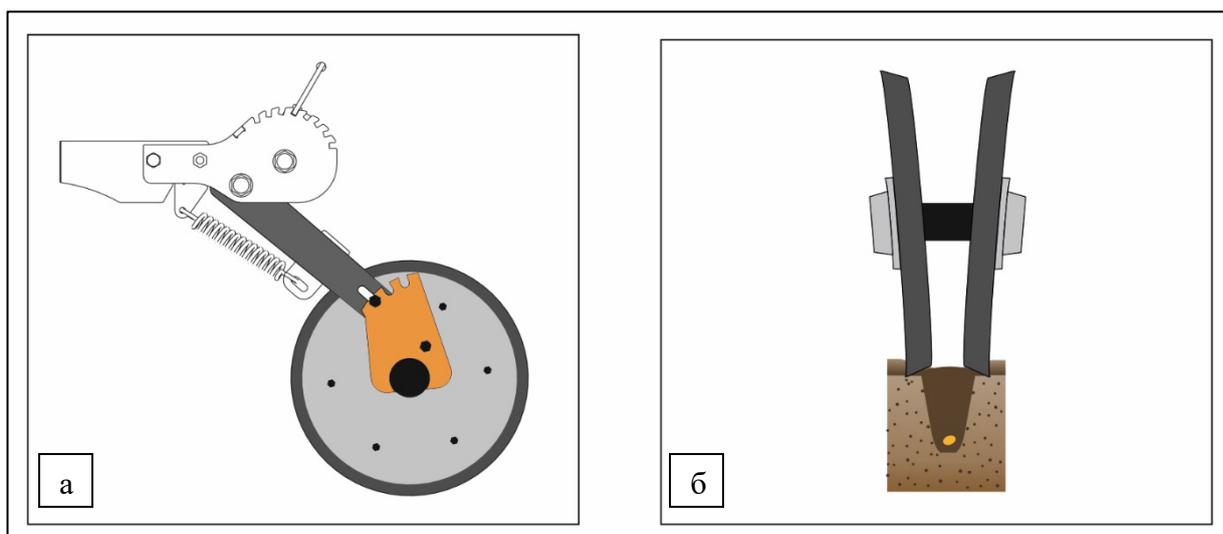

Рисунок 32 – Укрывающие колёса в третьем положении (вид в разрезе):
- а) соединение через паз (2);
Третье положение – паз (3) кронштейна колёс. В таком положении укрывающие колёса раздвигают пожнивные остатки в сторону от борозды, рис. 32.